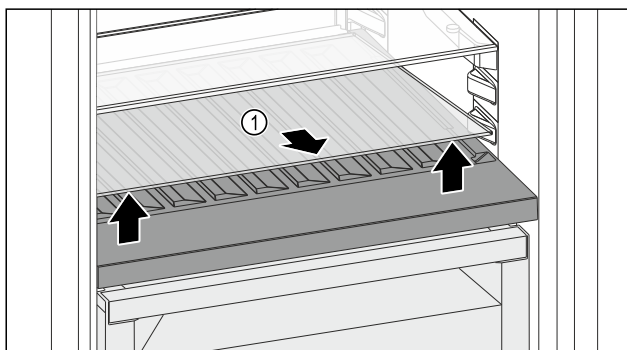

Fig. 177
- Ngrini lart përpara pllakën e xhamit Fig. 177 (1) te foleja dhe tërhiqeni jashtë.
- Ruani të sigurt pllakën e xhamit Fig. 177 (1) jashtë pajisjes.
- Vendoseni pllakën e xhamit (2) nën raftin mbajtës të ndryshueshëm të shisheve.